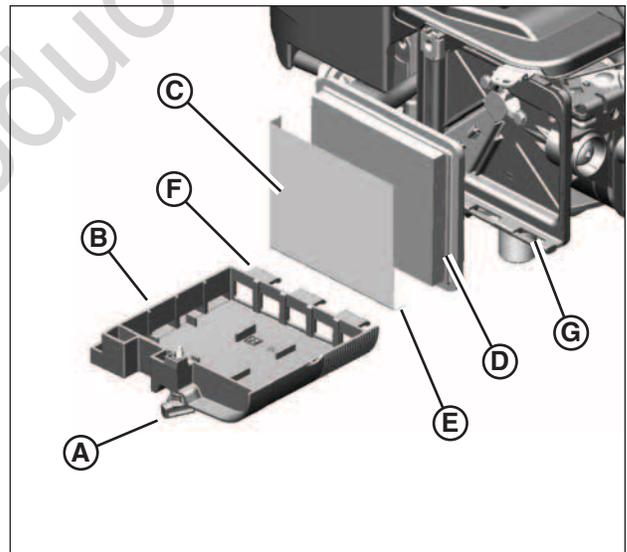

Figure 16: Filtre à air et dépoussiéreur
1. Desserrer l'attache (A, Figure 16) retenant le couvercle (B).
2. Ouvrir le couvercle et retirer le dépoussiéreur (C) et le filtre (D).
5. Attacher le dépoussiéreur sec au filtre à l'aide de la lèvres (E) du dépoussiéreur sur la partie inférieure des éléments plissés du filtre.
7. Installer les pattes (F) du couvercle dans les (G).